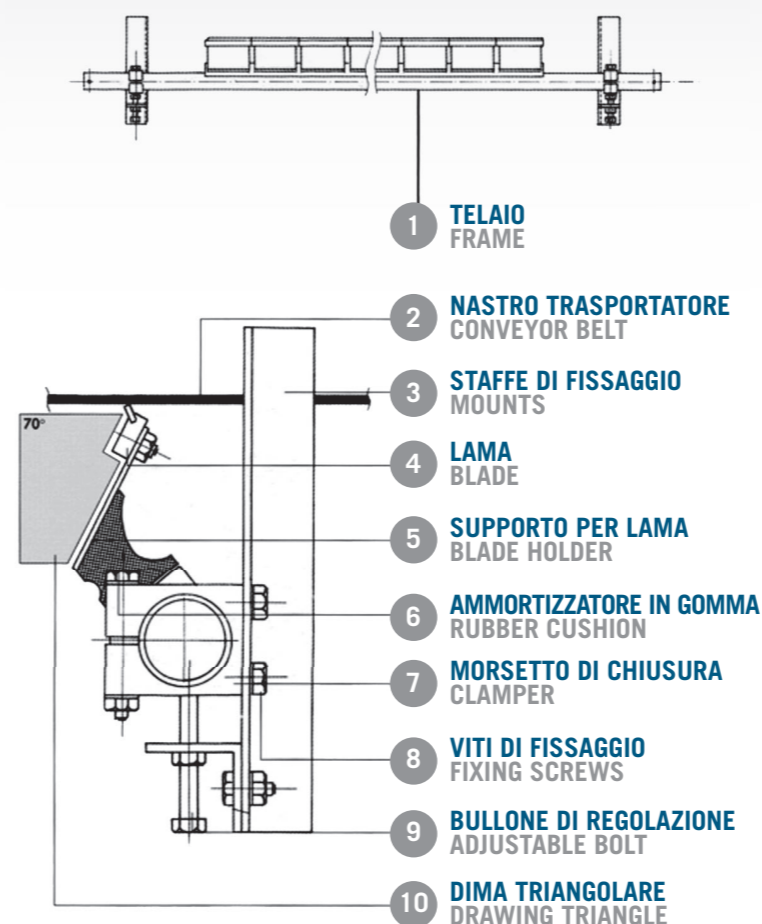
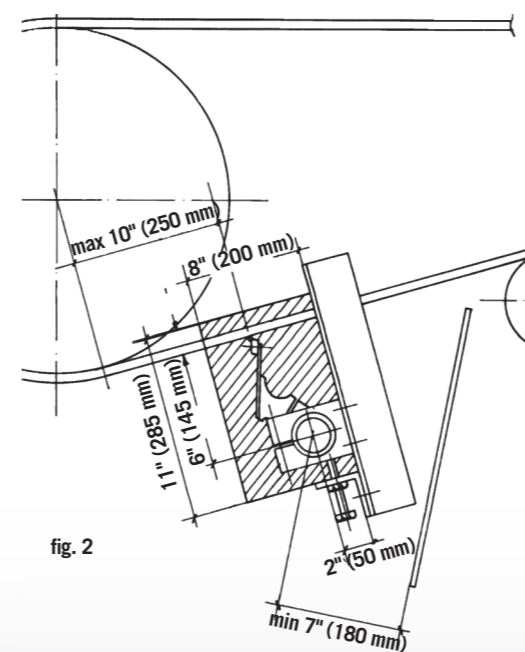
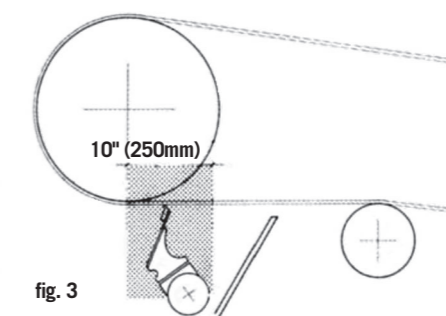

fig. 1
fig. 2
fig. 3
Il raschiatore multilama è illustrato nella fig. 1. Il raschiatore modello N è installato lungo il percorso di ritorno del nastro, in una zona piana e libera da vibrazioni dove il nastro possa muoversi verticalmente alla pressione della lama. Questi requisiti sono soddisfatti ad una distanza di circa 250 mm dal punto di tangenza, nella fase di ritorno, del nastro sulla puleggia fig.3, o in alternativa al centro del nastro trasportatore compreso fra i due rulli di pressione installati. Il raschiatore viene montato tramite l'installazione delle staffe di fissaggio (pos.3) perpendicolari al nastro a circa 80 mm dal punto selezionato di contatto fra nastro e lama, e con i morsetti di chiusura del tubo (pos.7) in una posizione intermedia nella guida fig.2. Se è necessario, lasciare una larghezza di 200 mm ed una altezza di 285 mm come mostrato nella fig.2. La dimensione di questa apertura deve essere almeno di 80 x 220 mm. Controllare, con una dima triangolare (pos.10) che l'angolo del supporto della lama (pos.5) nei confronti del nastro non in funzione sia di 70°. Posizionare i morsetti del tubo (pos.7) su entrambi i lati regolando l'altezza con le viti (pos.9) così che le lame esercitino una leggera pressione sul nastro. Serrare le viti (pos.8) su entrambe le staffe (pos.3). Se si verificassero delle vibrazioni anomale, regolare nuovamente il raschiatore. Per l'installazione su nastri con collegamenti meccanici, il raschiatore può essere capovolto tramite l'allentamento dei morsetti (pos.7).
The scrapers multiple-blades cleaner is illustrated in fig. 1. The type N elastic scraper-blade cleaner is installed along the belt return path, in a flat, vibration-free area where the belt can move vertically under pressure. These requirements are satisfied approximately 10" (250 mm.) from the tangent point of the belt leaving the pulley fig. 3, or alternately near the middle of the conveyor belt, provided a pressure roller is installed fig. 4. The cleaner is mounted by installing the mounts (pos. 3) perpendicular to the belt approximately 3" (80 mm.) from the selected blade-to-belt contact point, with the tube clamps set (pos. 7) in an intermediate position in the slots fig. 2. If necessary, provide an 8" (200 mm.) wide by 11" (285 mm.) high opening as shown in fig. 2 the dimensions of this opening must be at least 3' x 9" (80 x 220 mm). Check, with a drawing triangle (pos. 10) that the angle of the blade holder (pos. 5) relative to the belt (pos. 2) is 70°, with the belt stationary. Set the tube clamps (pos. 7) on both sides adjusting the height with the screws (pos.9) such that the blades exert a light pressure on the belt. Tighten the screws (pos. 8) on both mounts (pos. 3) if abnormal vibration develops; readjust the cleaner. For installation on belts with mechanical joints, the cleaners can be flipped over by loosening the clamp (pos. 7).